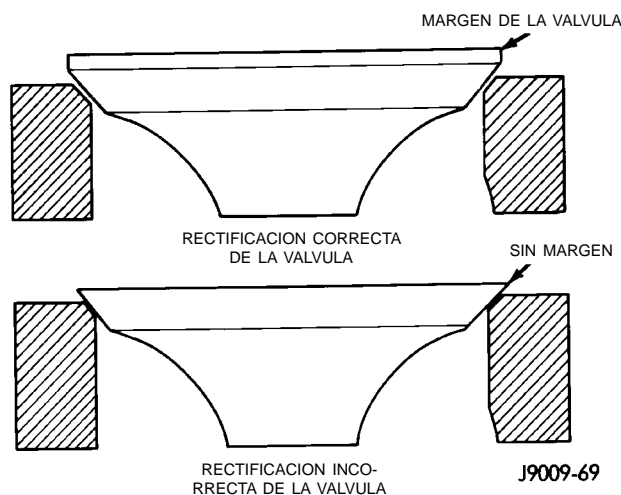

Fig. 63 Margen de rectificación de la válvula
(1) Con una rectificadora, rectifique el ángulo de las válvulas de admisión y escape según las especificaciones.
(2) Después de la rectificación, debe quedar un margen mínimo de 0,787 mm (0,031 pulg.) (Fig. 63). Si el margen es inferior a 0,787 mm (0,031 pulg.), la válvula debe reemplazarse.